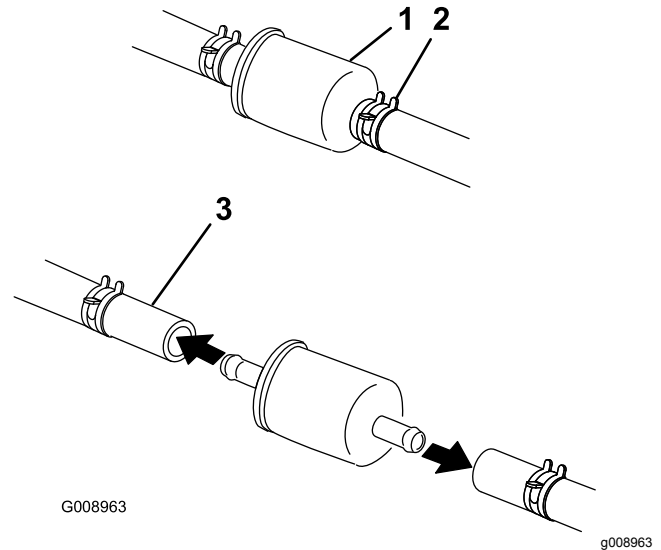

Figura 65
4. Cierre la válvula de cierre de combustible, situada debajo del asiento (Figura 65).
5. Apriete los extremos de las abrazaderas y deslícelas por la manguera alejándolas del filtro (Figura 65).
7. Instale un filtro nuevo y acerque las abrazaderas al filtro (Figura 65).